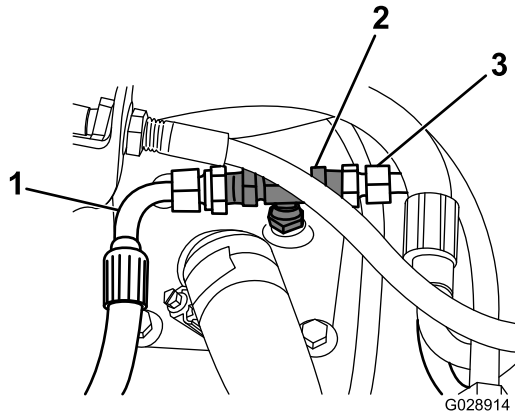

Bild 3
9. Schließen Sie den Ablaufschlauch (3/8") von Schritt 3 am Adapter an (Bild 3).